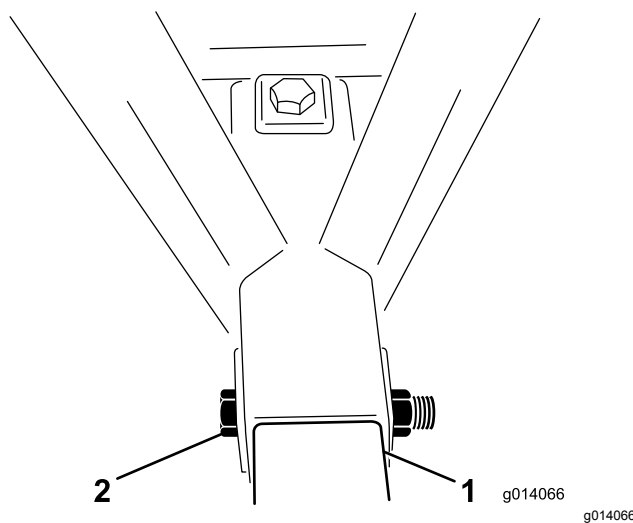

Figura 4
5. Inserite un bullone (1" x 6½") nel telaio e nella barra di traino e fissatelo con un dado di bloccaggio (Figura 4). Serrate il dado di bloccaggio a una coppia di 976–1.193 N·m.
6. Inserite un bullone (1" x 6½") nella parte superiore del telaio e verso il basso nella barra di traino e fissatelo con un dado di bloccaggio (Figura 4). Serrate il dado di bloccaggio a una coppia di 976–1.193 N·m.